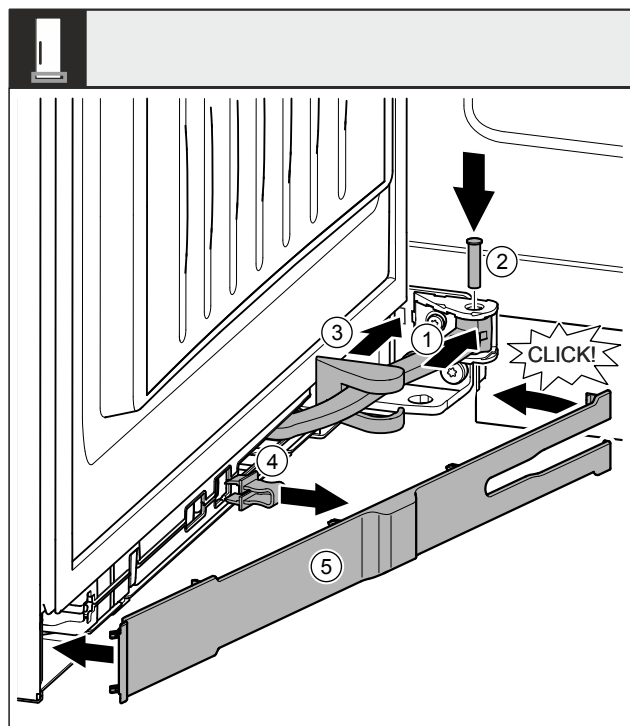

Fig. 47
- Gire la bisagra Fig. 47 (1) hacia la suspensión.
- Con un destornillador, inserte el perno Fig. 47 (2) en la suspensión y la bisagra. Asegúrese de que la leva de bloqueo asiente correctamente en la ranura.
- Deslice la cubierta del soporte del cojinete Fig. 47 (3) a lo largo de la bisagra y colóquela sobre la suspensión.
- Retire el seguro Fig. 47 (4).
- Coloque la tapa ciega Fig. 47 (5) del lado del tirador y encajela.